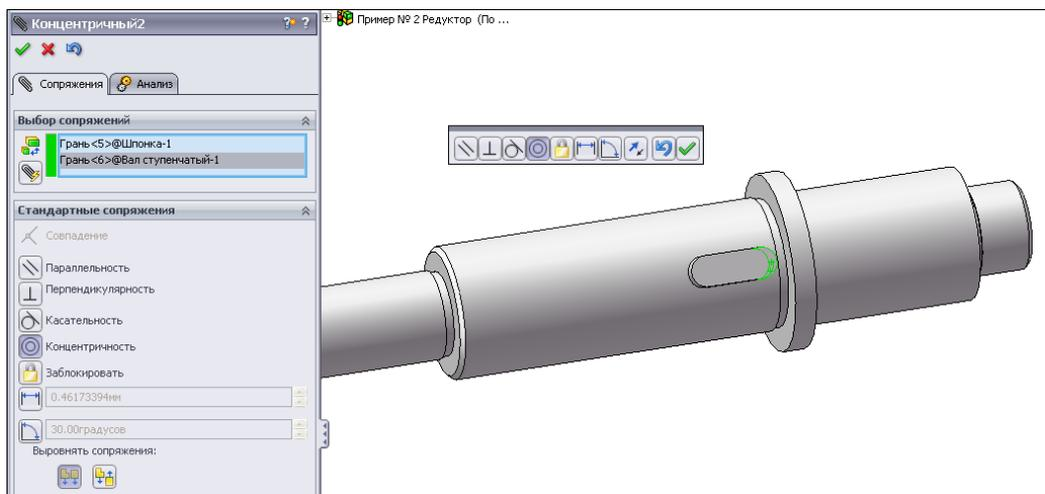

Рис. 6.31
- Укажем еще два сопряжения между элементами шпонки и вала — концентричность цилиндрических поверхностей боковых граней шпонки и шпоночного паза (рис. 6.31).